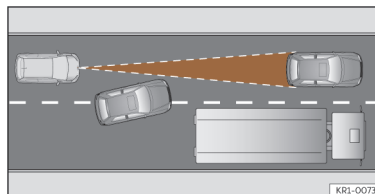

Abb. 126 Fahrspurwechsel eines anderen Fahrzeugs.
- Fahrzeuge, die in geringem Abstand auf die eigene Fahrspur wechseln >>> (Abb. 126).